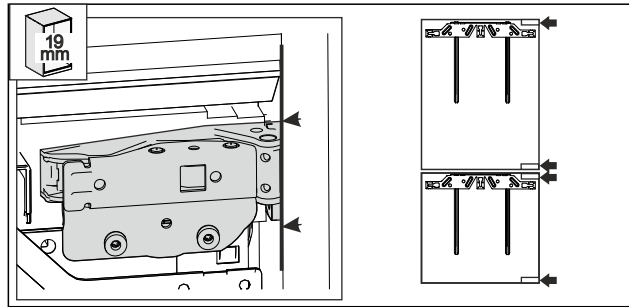

Fig. 52 *
- Stena pohištva, debela 19 mm: Sprednji robovi tečajev so poravnani s sprednjo stranjo stranske stene pohištva. Fig. 52 ()